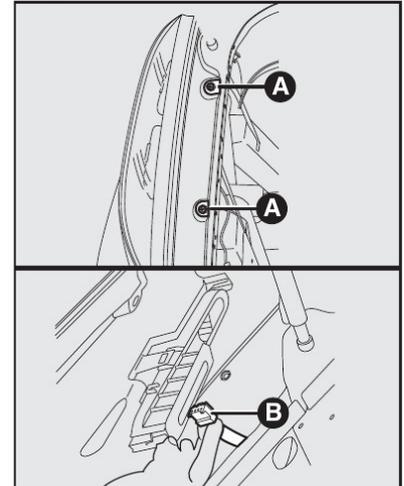

fig. 23
GRUPOS ÓTICOS TRASEIROS - fig. 23 e fig. 24
- Retirar os parafusos de fixação **A-fig. 23**;
- Desconectar o conector elétrico **B-fig. 23** e remover o grupo ótico;